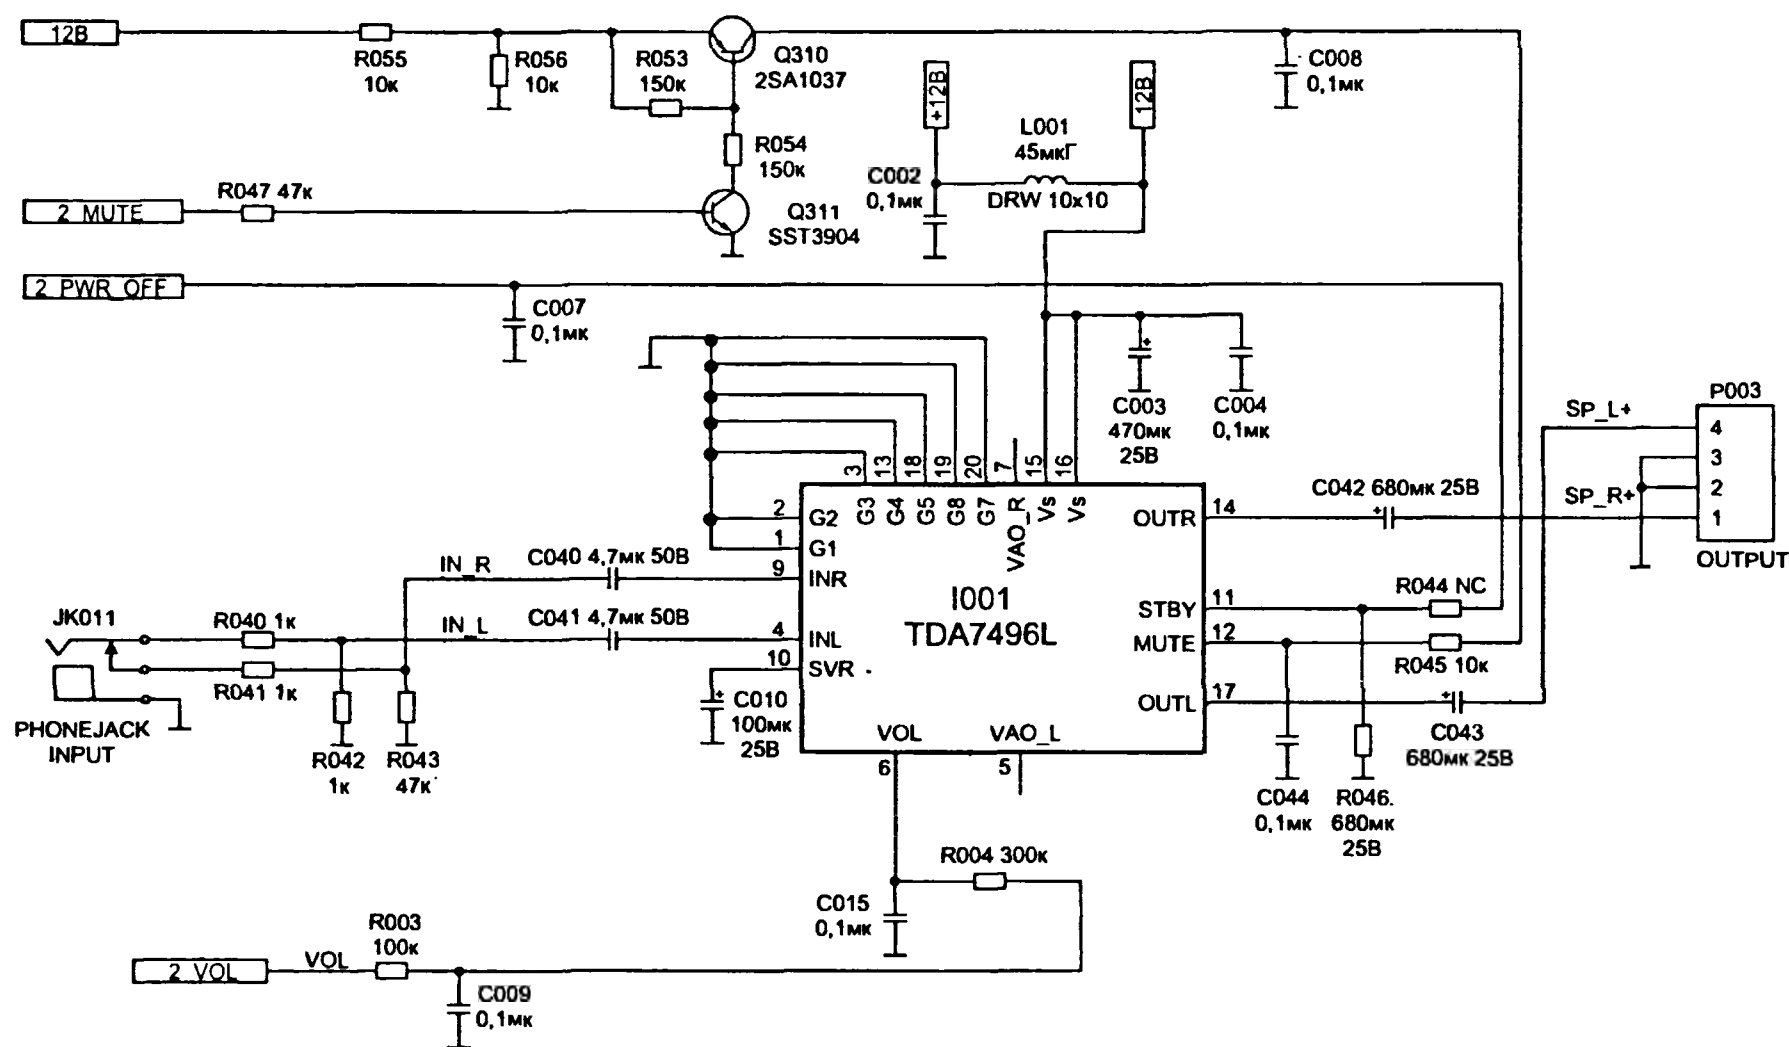

Рис. 5.8. Усилитель звуковой частоты
- выв. 40, сигнал VOL, для регулировки громкости (сигнал через интегрирующую цепь подается на выв. 6 усилителя звукового сигнала I001, см. рис. 5.8);
Конструктивно элементы звукового тракта размещены на главной плате. Основа тракта — микросхема I001 типа TDA7496L (рис. 5.8) — двухканальный усилитель звуковой частоты с аналоговым управлением, входами блокировки звука и дежурного режима, и защитой от короткого замыкания на выходах и от перегрева. Микросхема работает в диапазоне питающих напряжений 10...18 В. При напряжении 12 В на нагрузке 8 Ом она развивает мощность 2 Вт в каждом канале. Коэффициент усиления по напряжению составляет 30 дБ (THD=10%), ток покоя микросхемы (при отсутствии сигнала) составляет 25 мА, а в дежурном режиме ($U_{\text{STBY}} = U_{\text{MUTE}} = 5 \text{ В}$) — 80 мкА.
В начале проверяют наличие входных звуковых сигналов — напряжения звуковой частоты размахом 0,25...0,5 В на контактах разъема JK011 (рис. 5.8). Чтобы быстро убедиться в рабо-